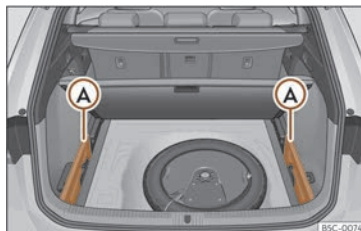

Fig. 121 Al maleter: allotjament per guardar la safata enrotllable.
- Traieu les tapes esquerra i dreta»» fig. 121